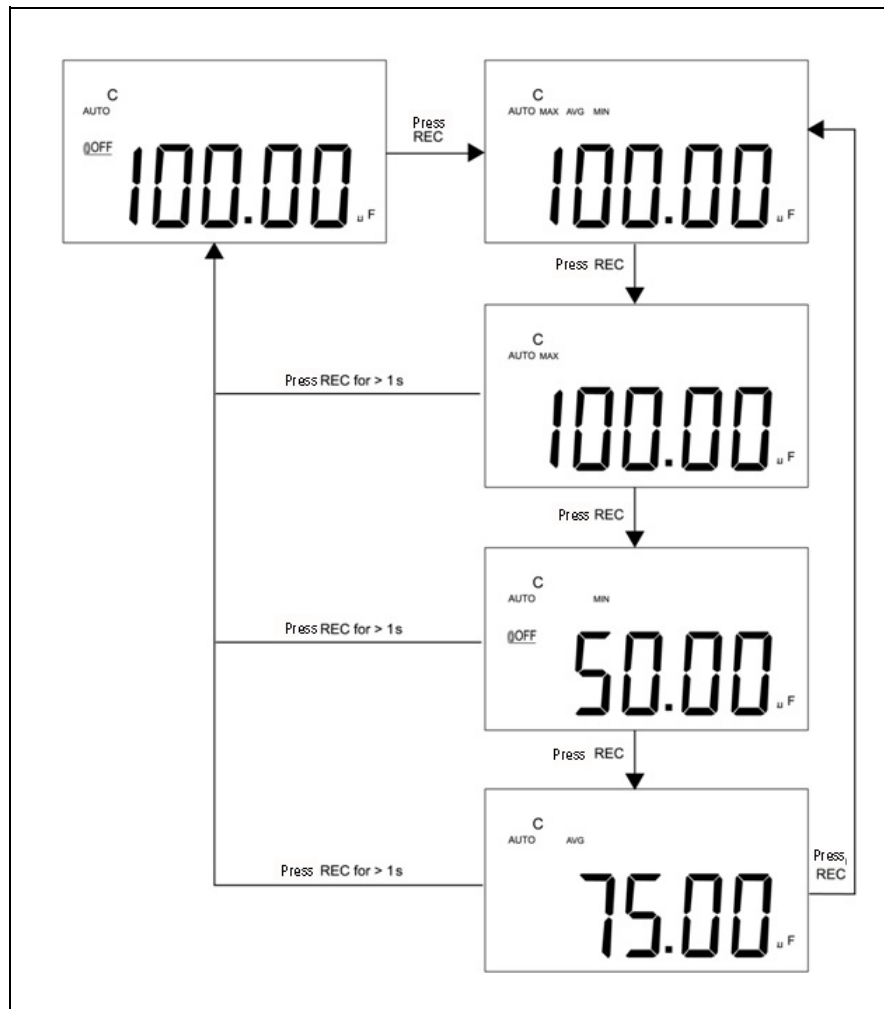

Figura 2-1 Operación de tolerancia
- 2 Presione este tecla momentáneamente para pasar por las mediciones máximas, mínimas, promedio y actual. **Se encenderá el anunciador MAX, MIN, AVG o MAX AVG MIN** respectivamente para indicar qué valor se está mostrando, (consulte la **Figura 2-1**).